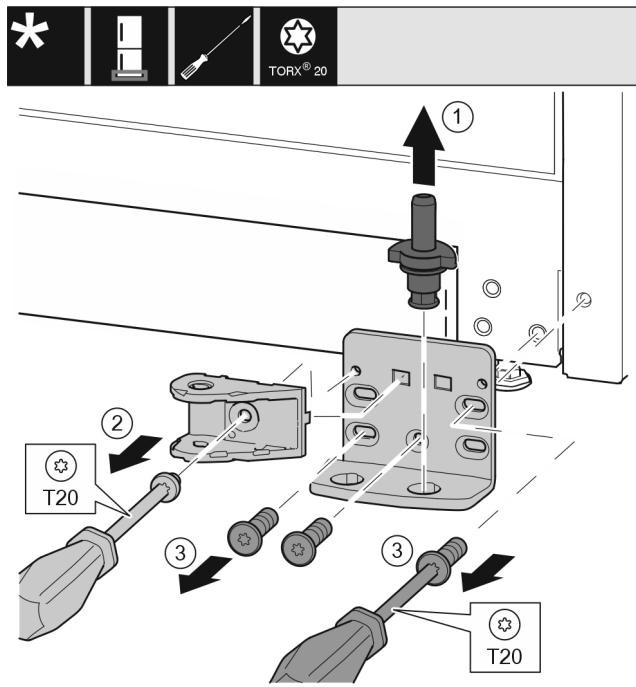

Fig. 23
- Ložiskový čap vytiahnite úplne nahor. Fig. 23 (1)
- Skrutky vyskrutkujte skrutkovačom T20 a odnímte spoj tlmiča uzatvárania. Fig. 23 (2)
- Skrutky vyskrutkujte skrutkovačom T20 a odnímte ložiskovú konzolu. Fig. 23 (3)